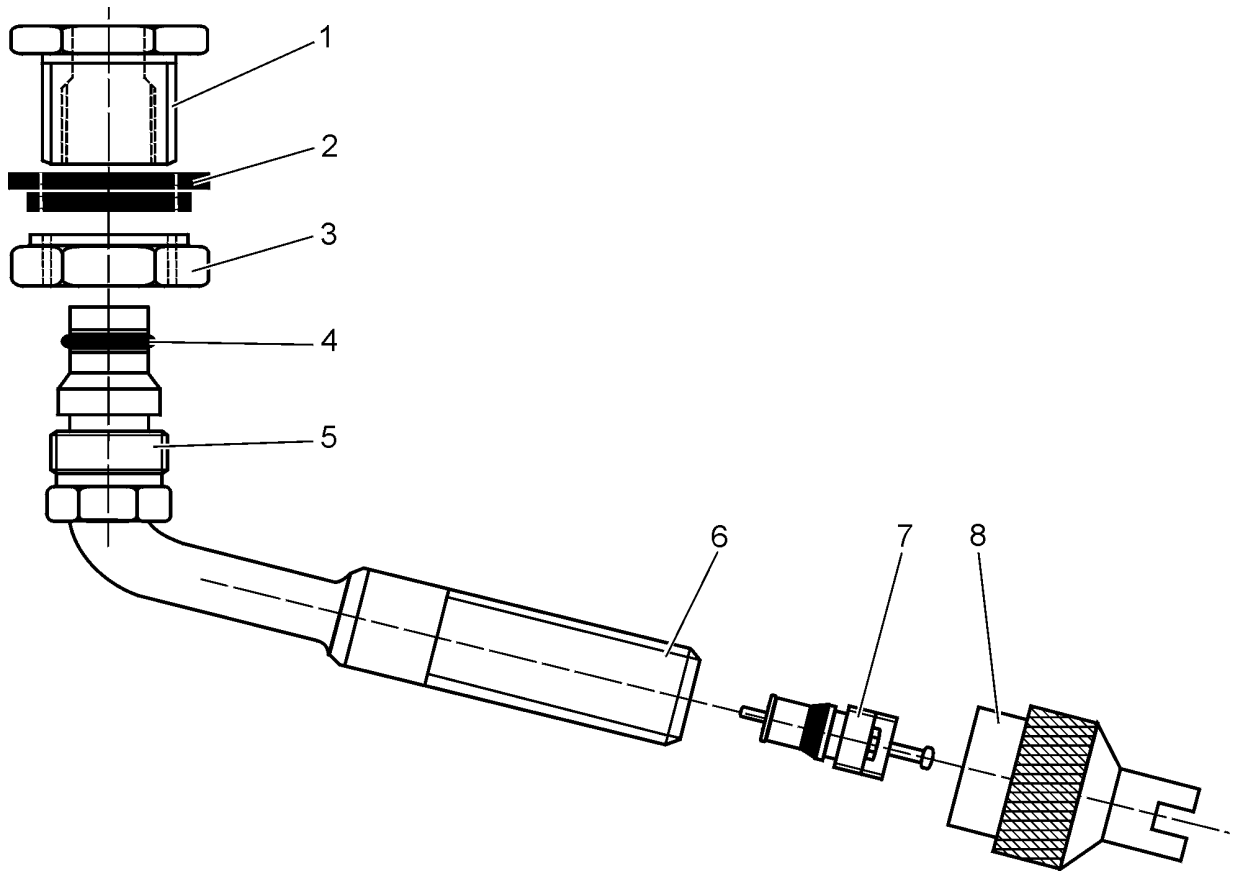

Рис. 15.2. Вентиль в сборе
1. Положить колесо на горизонтальную поверхность. Полностью выпустить сжатый воздух из шины. Для этого следует открутить колпачок (8, Рис. 15.2.) вентиля, выкрутить колпачком золотник (7) вентиля или открутить поджимную гайку (5) и вынуть корпус (6) вентиля из соединительной муфты (1).
1. Обод (1) механически очистить от загрязнений и от коррозии и обновить его лакокрасочное покрытие. Проверить сварочное соединение крепежного кольца колеса с ободом на наличие трещин в сварном шве. Проверить поверхность обода в месте прилегания кромки шины (С) на наличие глубоких раковин или неровностей, которые могут повлиять на герметичность стыка обода с шиной.
ВАЖНО: Перед началом работы по механической очистке обода необходимо открутить гайку (3, Рис. 15.2.), вынуть муфту (1) вентиля и уплотнительную прокладку (2) из отверстия обода.
1. Установить муфту (1, Рис. 15.2.) вентиля, уплотнительную прокладку (2) и гайку (3) в отверстие обода (если они снимались).
2. Надеть внутренний боковой фланец (2) на обод (1) колеса. Покрыть конусную поверхность (С) обода тонким слоем пасты «OPONIT-12», предназначенной для установки шин.
4. Надеть наружный боковой фланец (3) на обод колеса.
5. Покрыть наружную коническую поверхность выравнивающего кольца (4) тонким слоем пасты «OPONIT-12», предназначенной для установки шин. Надеть выравнивающее кольцо (4) на обод (1) колеса так, чтобы ушко под установку блокировочной пластины на ободе и ограничители на выравнивающем кольце, оказались друг против друга.
6. Покрыть пастой «OPONIT-12», предназначенной для установки шин, резиновое уплотнительное кольцо (5). Вдвинуть выравнивающее кольцо (4) ниже канавки (В). Вставить в канавку (В) обода резиновое кольцо (5).
7. Установить стопорное кольцо (6) так, чтобы его замковая часть (концы) оказалась в месте установки блокировочной пластины (7). Поджать стопорное кольцо к ободу так, чтобы оно плотно прилегало к ободу по всему контуру и чтобы оно правильно осадилось в канавку (А) обода. Пододвинуть выравнивающее кольцо (4) к стопорному кольцу (6).
8. Установить блокировочную пластину (7) в ушко на ободе (1) и в гнездо (между ограничителями) выравнивающего кольца (4).
9. Заменить кольцо «O-ring» (4, рис. 15.2.), установить корпус (6) вентиля в муфту (1) и повернуть корпус в сторону блокировочной пластины. Затянуть гайку (5). Вкрутить в корпус (6) вентиля золотник (7).